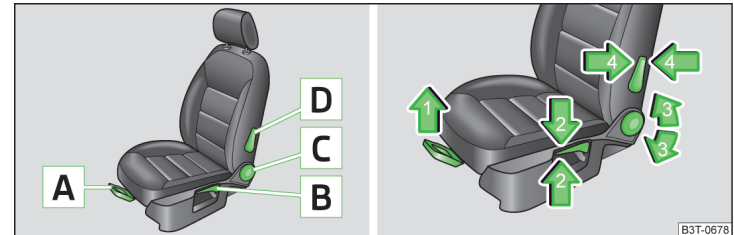

Abb. 65 Bedienelemente / Einstellung
- Den Hebel **A** » Abb. 65 in Pfeilrichtung 1 ziehen und den Sitz in die gewünschte Richtung schieben.
- Den Hebel **B** » Abb. 65 in Richtung eines der Pfeile 2 wiederholt ziehen bzw. drücken.
- Die Sitzlehne entlasten (sich nicht anlehnen) und das Handrad **C** » Abb. 65 in Richtung eines der Pfeile 3 drehen.
- Den Hebel **D** » Abb. 65 in Richtung eines der Pfeile 4 drücken.